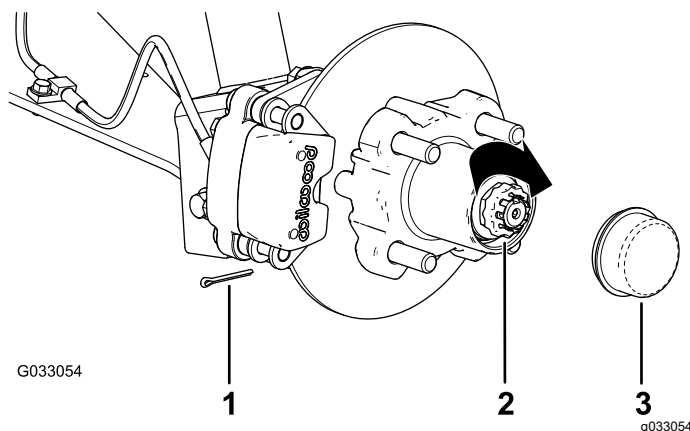

Figura 28
8. Instalezi opritorul peste piuliă i verificai alinierea fantei din opritor i a orificiului din ax pentru cuiul spintecat (Figura 28).
9. Montai cuiul spintecat i îndoiți picioarele în jurul opritorului (Figura 28).
10. Montai capacul anti-praf pe butuc (Figura 28).